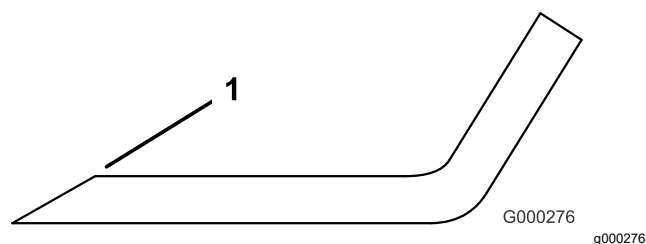

Рисунок 77
3. Проверьте режущие кромки всех ножей и заточите их, если они затупились или имеют зазубрины (Рисунок 77).
Примечание: Чтобы ножи всегда оставались острыми, затачивайте только верхнюю сторону режущей кромки и сохраняйте первоначальный угол заточки (Рисунок 77). Балансировка ножа не нарушается, если с обеих режущих кромок удаляется одинаковое количество материала.